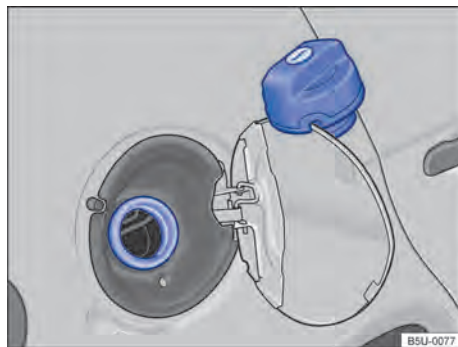

Fig. 144 Portinhola do tanque de combustível aberta com a tampa do tanque de combustível pendurada.
- Girar a tampa do tanque no sentido anti-horário e pendurá-la em cima da portinhola do tanque de combustível → Fig. 144.